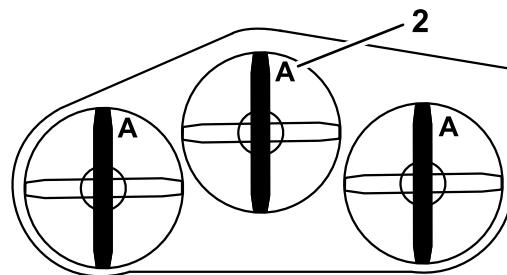

Figura 73
2. Mida desde una superficie nivelada hasta el filo de corte, posición **A**, de las cuchillas (Figura 73).